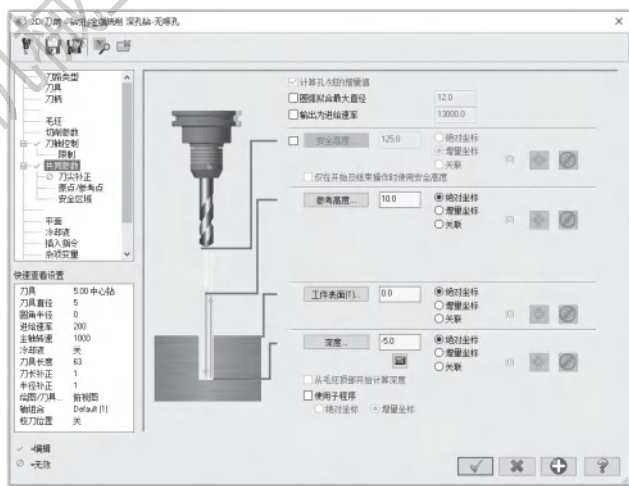

图 3-25 深孔钻 - 无啄孔参数设置
5) 打开【共同参数】选项卡，勾选【参考高度】选项并设置为 10.0mm，【工件表面】为 2.0mm，【深度】为 -5.0mm，单击所有【绝对坐标】复选项，如图 3-25 所示。